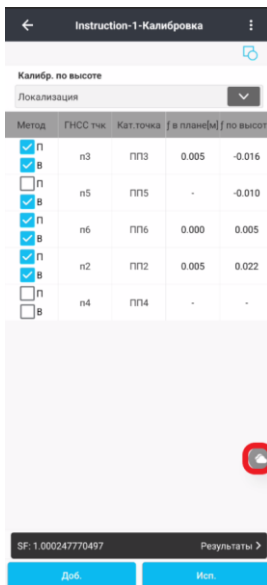

Рисунок 2.2.20
- ☛ Перейдите во вкладку **Калибровка** и нажмите на иконку облака (Рисунок 2.2.20).